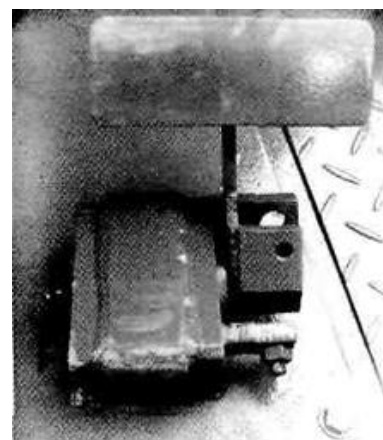

Рис. 6-30
2. Смазать маслом вал педали тормоза (Рис. 6-30)